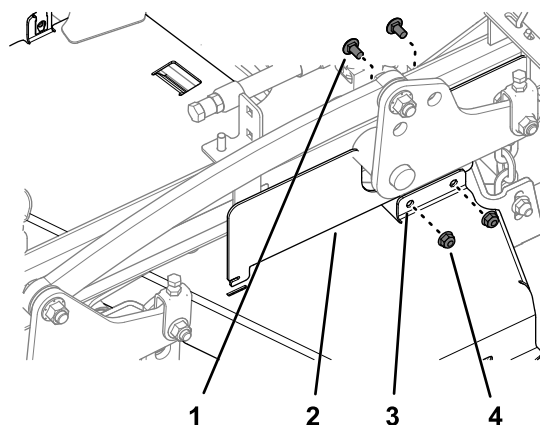

Figura 29
2. Monte la cubierta CE izquierda a la cubierta de la correa izquierda (Figura 29) con los 2 pernos de cuello cuadrado y 2 contratuercas que retiró en 3 *Retirada de la cubierta de la correa izquierda* (página 4).